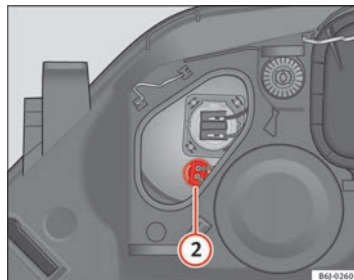

Fig. 158 Luci di posizione
- Estrarre il connettore ⇒ fig. 158 ② tirando verso l'esterno.